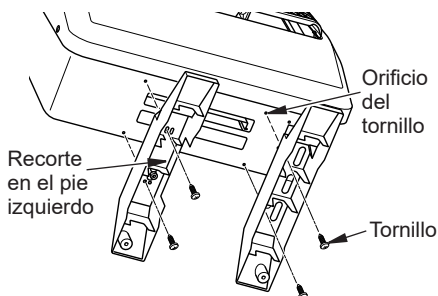

Figura 11 - Colocación de patas de la base de calentador
2. Align agujeros de tornillos en patas de la base a la parte inferior del calentador. Una con tornillos de cabeza Phillips (incluidos) (ver Figura 11).